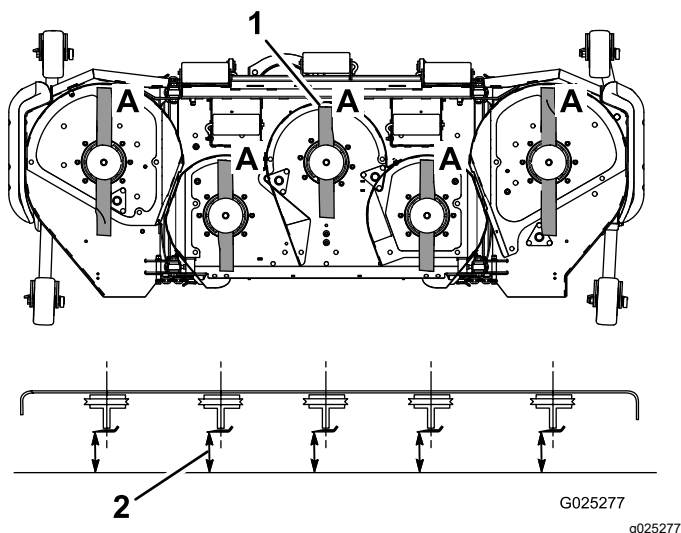

Рисунок 27
- Поверните ножи так, чтобы их концы были направлены вперед и назад (Рисунок 27).
4. Измерьте расстояние от горизонтальной поверхности до режущей кромки ножей в положении А, (Рисунок 27). Запишите результат измерения.